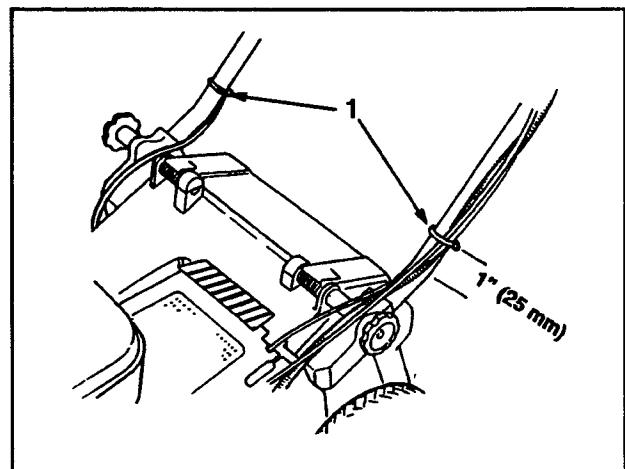

Figure 3
6. Utilisez les serve-câbles pour les fixer aux extrémités inférieures des tubes de la poignée (Fig. 3). Les serve-câbles devraient être installées à 25 mm (1 pouce) des coudes du manchon. Pour le placement correct du câble, voir la figure 3.